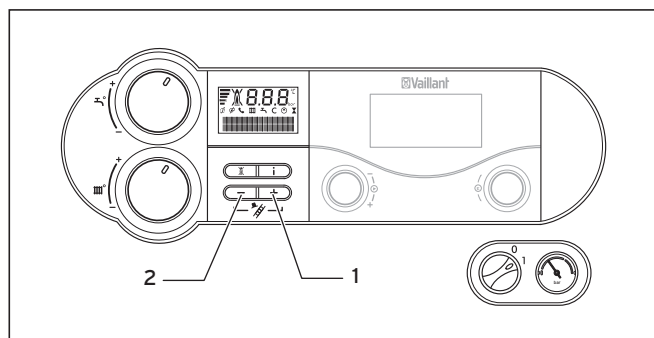

Fig. 4.18 Attivazione della funzione di misurazione della perdita di fumi
- Premere contemporaneamente i tasti "+" (1) e "-" (2) (vedere fig. 4.18) per uscire dalla modalità di misurazione. La modalità di misurazione termina anche se non si preme nessun tasto per 15 minuti.